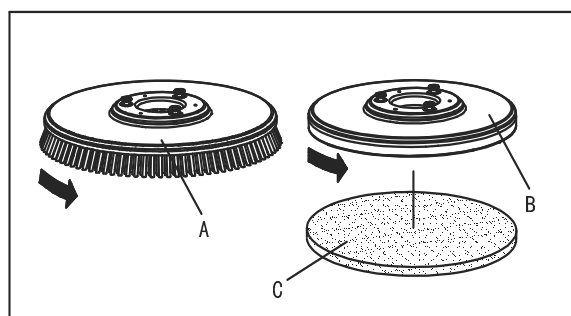

Figure 5
Installer soit la brosse (A, Figure 5) ou le support du coussinet (B et C, Figure 5) selon le type de sol à nettoyer.
1. Insérer la clé de contact (35) et la tourner sur "O".
2. Soulever la plate-forme en appuyant sur la pédale (9).
3. Le cas échéant, tourner le dispositif de réglage de vitesse (40) au ralenti en le tournant dans le sens anti-horaire.
4. Placer les brosses (A, Fig. 5) ou le support du coussinet (B) sous la plate-forme (21).
5. Abaisser la plate-forme sur les brosses/les supports du coussinet en appuyant sur la pédale (9).
6. Tourner la clé de contact (35) sur "I".
7. Appuyer sur le commutateur de la brosse/du support du coussinet et du système à vide (46).
8. Appuyez sur l'un des commutateurs d'entraînement de brosse/avant (34) pour engager la brosse/le support du coussinet, puis le relâcher. Si nécessaire, répéter la procédure jusqu'à ce que les brosses/les supports du coussinet sont engagés.